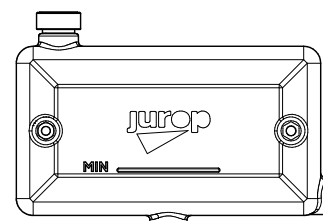

Рис. 6.1
- Следите за тем, чтобы уровень масла не опускался ниже минимального: при отсутствии смазки насос может работать в режиме сухого хода, что приводит к значительным повреждениям насоса. См. Рис. 6.1.